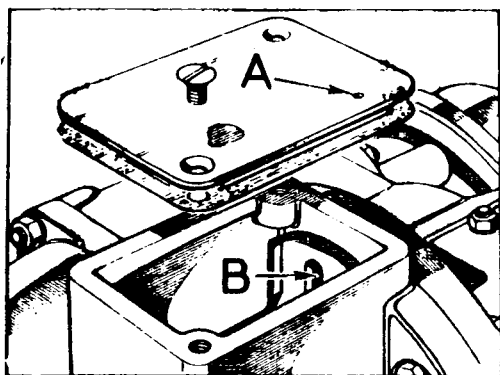

Fig. C-13 Ventilación de la caja de -
- 3.2. Ventilación de la caja de velocidades. El orificio de ventilación está situado en la tapa de inspección, disponiéndose de un solo orificio para las dos cajas, por existir conductos de comunicación, B (Fig. C-13) internos.
- 2.4. Comprobar el nivel de lubricante y rellenar, si es preciso, y asegurarse que el agujero de ventilación, A (Fig. C-13), está libre de obstrucciones (Tarea C-1).